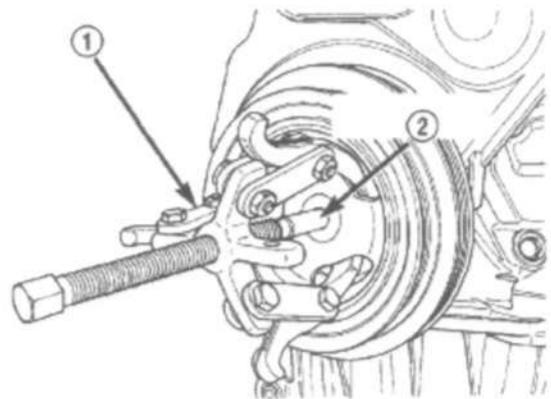

Рис. 51 Снятие гасителя вибрации коленвала.
- (1) Снять гаситель колебаний коленвала (Рис.51) (см.п.9- ДВИГАТЕЛЬ/ БЛОК ДВИГАТЕЛЯ/ГАСИТЕЛЬ ВИБРАЦИИ - СНЯТИЕ)